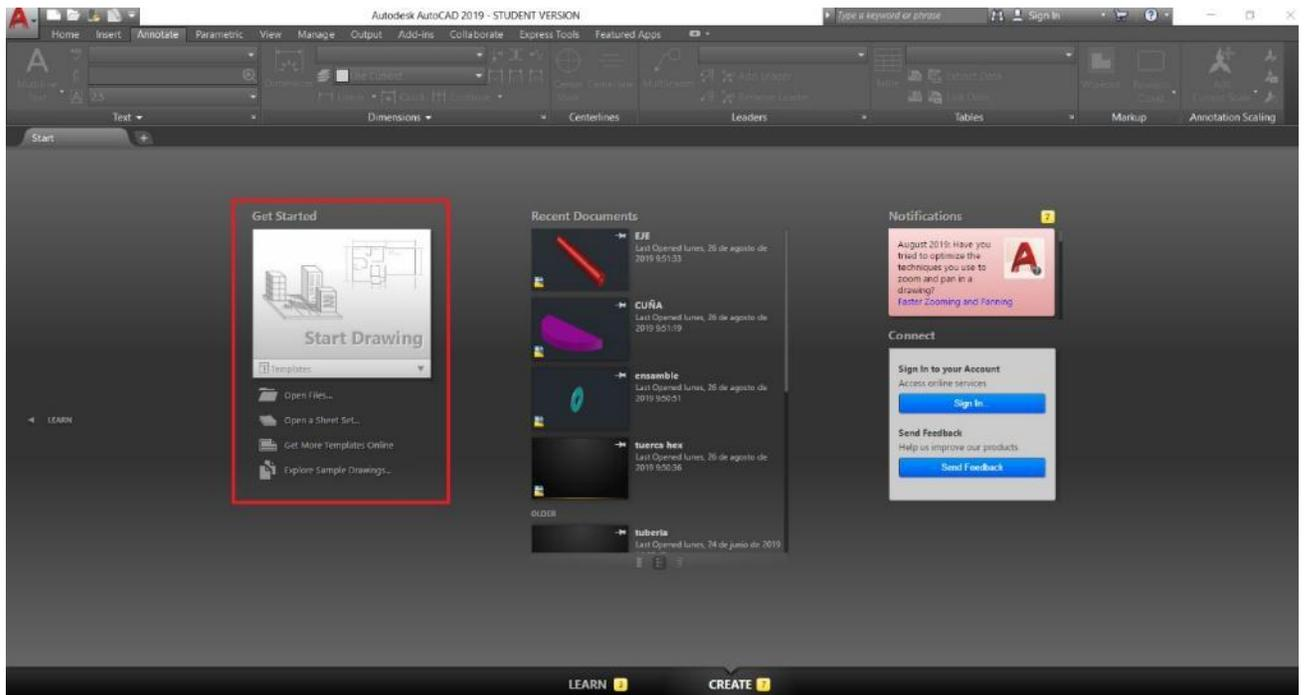

Figura 4.5. Iniciar un nuevo dibujo con Start drawing
2. Desde la venta de inicio en Start Drawing como se observa en la figura 4.5